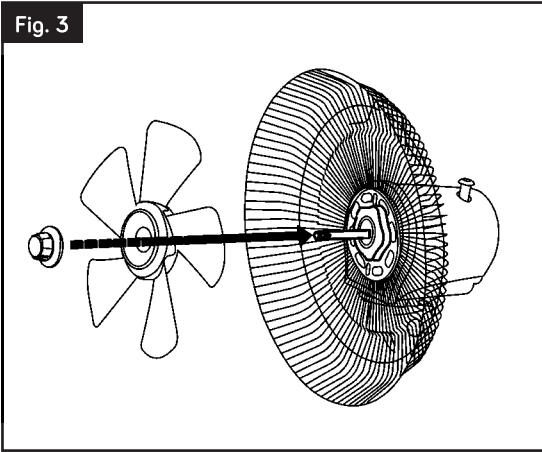

Fig. 4
(1) Deslice la pala del ventilador en el interior de la ranura hasta que esté completamente introducida en la clavija del eje.
(2) Apriete la rosca de fijación de la pala ventilación en sentido contrario a las agujas del reloj.
4. Instale la rejilla frontal (fig.4)